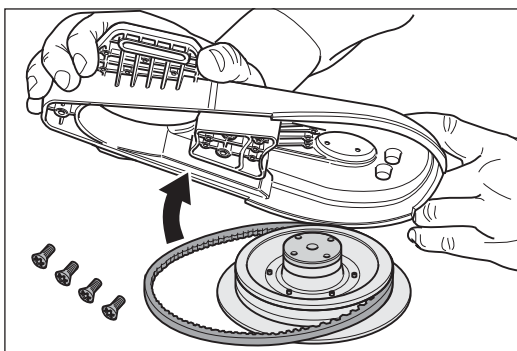

Abb. 38 Den Vorsatz von dem kompletten Schleifteller abnehmen.
- 11 Nehmen Sie den Vorsatz von dem kompletten Schleifteller ab (Abb. 38).